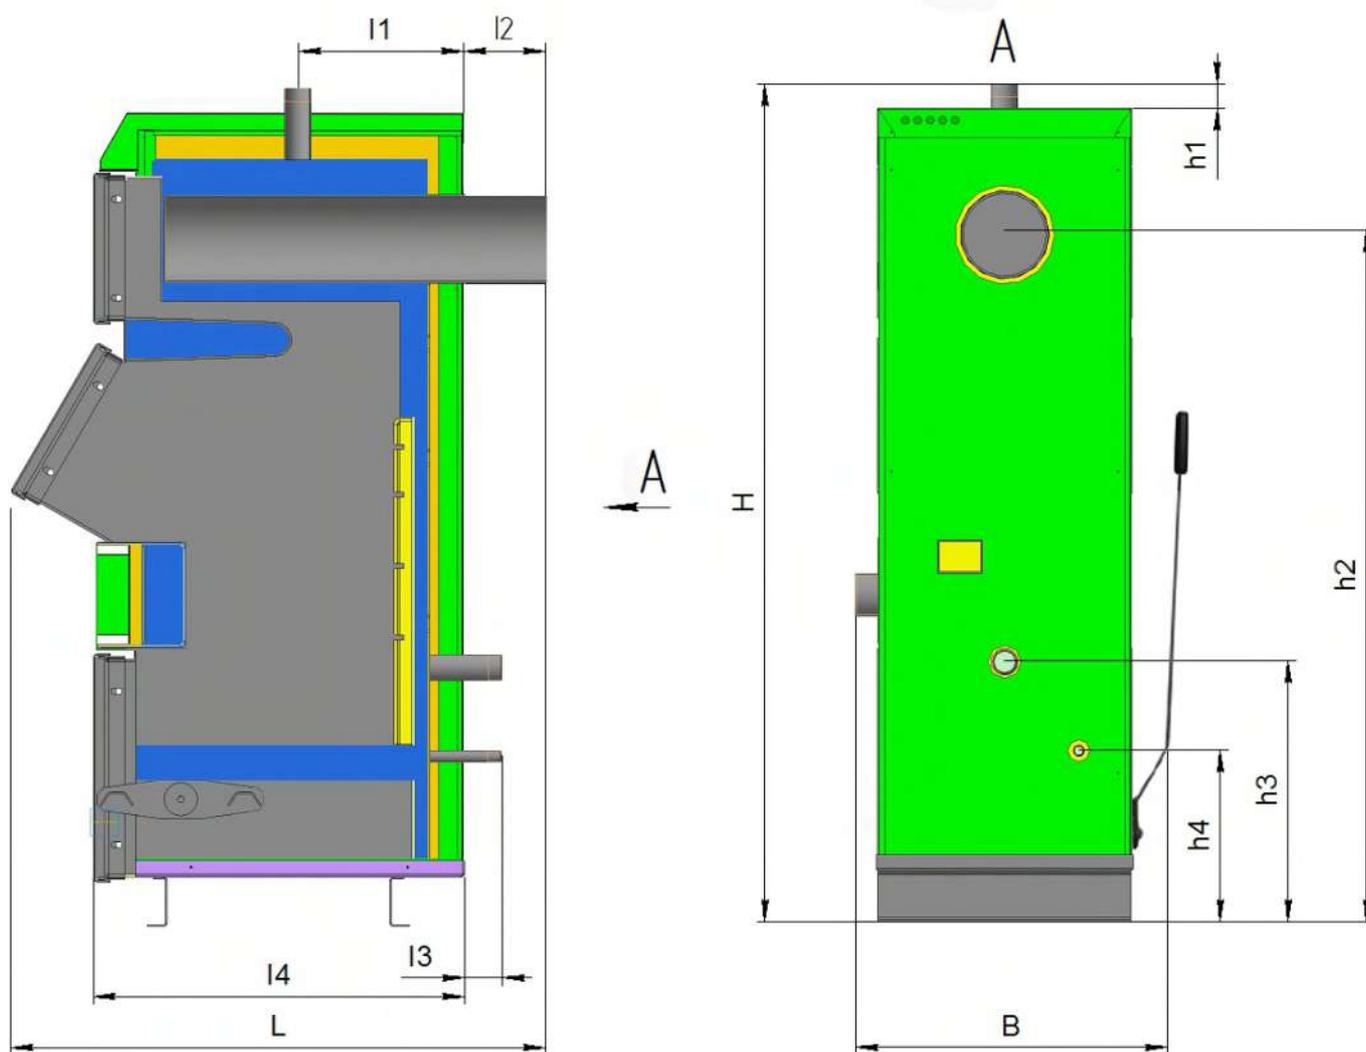

Рисунок 1. Габаритные и присоединительные размеры Котлов моделей LC Mega 12-32
Габаритные и присоединительные размеры Котла (см. рис.1), мм:
Котел (рис.1) представляет собой стальной сварной теплоизолированный каркас, обшитый снаружи съемной декоративной облицовкой, все вместе образующие собой корпус, и устанавливаемый на собственных опорах (16). Внутреннее пространство имеет сложную конфигурацию, включает в своем составе трубчатый теплообменник (14), предназначенный для циркулирования теплоносителя (воды), листовые детали, образующие вместе со стенками каркаса камеру сжигания, воздухоподводящие каналы (на рисунке не показаны), (систему дымоудаления из Котла (9)). Внутри каркаса в нижней части расположены устройства: колосниковая решетка для размещения топлива (15), зольный ящик (5) для сбора и удаления золы, а также механизм очистки колосников от сажи (6). В нерабочем состоянии механизм (6) располагается в зольном ящике (5). Колосниковая решетка выполнена из труб гидравлического контура Котла и является неотъемлемой частью теплообменника (15). Снаружи Котел имеет дверцы для обслуживания Котла (11,12,13), патрубки для подсоединения к трубопроводам водяного контура системы отопления (1,2), патрубков для опорожнения теплообменника (3), штуцер для установки тягорегулятора (17), штуцер для установки термодатчика (19), а также рычаг (7) для управления механизмом очистки.